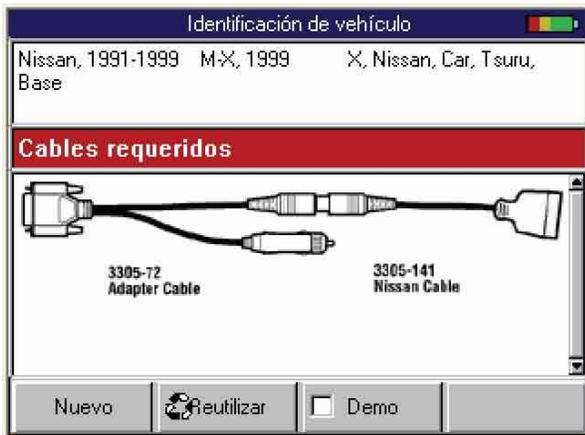

Figura 3.9: Identificación del Vehículo - Pantalla Cables Requeridos (Required Cables)
- b Seleccione la **Descripción del Vehículo** de interés y luego presione la tecla **ENTER**. Se muestra la ilustración de los Cables Requeridos (Required Cables). Vea Figura 3.9 en la página 18.